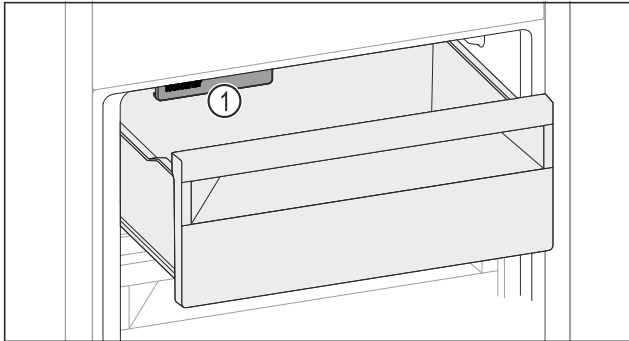

Fig. 224
- ▶ Учитывайте IceMaker Fig. 224 (1).